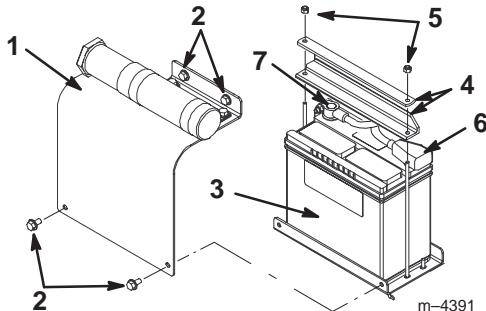

Figure 3
1. Enlevez les quatre boulons de fixation du couvercle de la batterie et retirez le couvercle (Fig. 3).
2. Enlevez les écrous et les barres de fixation de la batterie (Fig. 3).
10. Remettez la batterie sur la plate-forme (Fig. 3).
11. Fixez la batterie au châssis à l'aide des barres et des écrous retirés précédemment (Fig. 3).
12. Connectez le câble positif (rouge) à la borne positive (+) de la batterie (Fig. 3). Glissez le capuchon de caoutchouc sur la borne de la batterie.
13. Connectez le câble négatif (noir) à la borne négative (-) de la batterie (Fig. 3).
14. Remettez le couvercle de la batterie (Fig. 3).